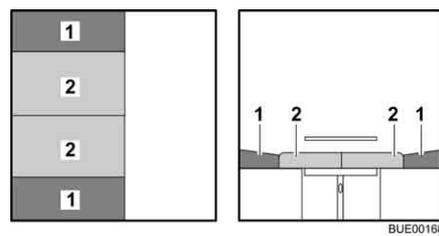

Bild 85 Nach dem Umbau
- Die Sitzpolster (Bild 85,2) zur Mitte ziehen.
- Die Rückenpolster (Bild 85,1) zwischen die Sitzpolster und die Wand legen.